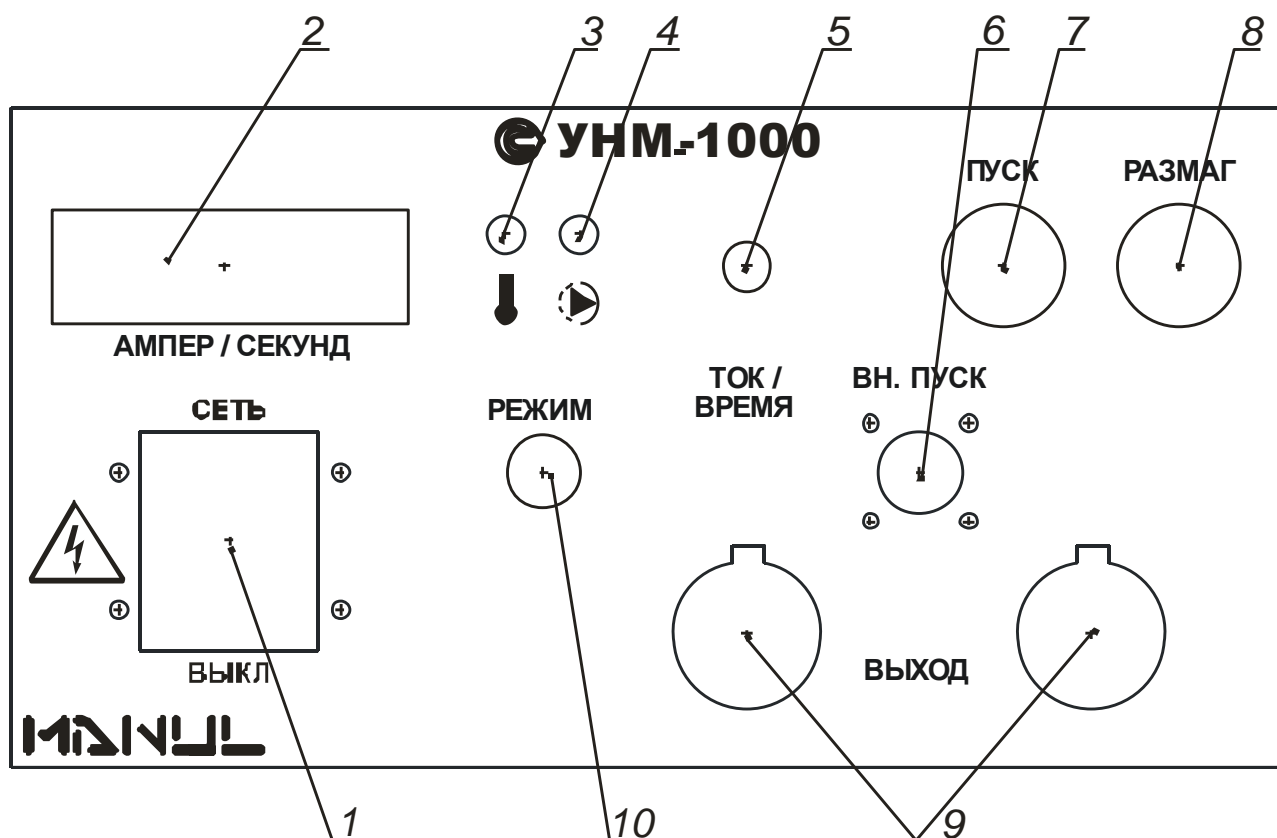

Рис.4.2. Передняя панель устройства.
4.5. Расположение и назначение элементов передней панели видно из рис. 4.2.
6.3. Подключить к разъемам 10 (см. рис.4.2) нагрузку: кабель для намагничивания или электроконтакты.
6.4. В случае использования электроконтактов разъем кнопки подключить к разъему **ВН.ПУСК** (поз.6 на рис. 4.2).
6.7. Вращением ручки **ТОК/ВРЕМЯ** (поз.5 на рис. 4.2) выставить требуемые значения тока намагничивания и времен намагничивания, размагничивания и паузы. Переключение выставляемого параметра осуществляется последовательным нажатием на кнопку **РЕЖИМ** (поз.10 на рис. 4.2). Выбранный режим времени индицируется буквой в левом сегменте индикатора: **Н** – намагничивание, **Р** – размагничивание, **П** – пауза; при установке тока буква в левом сегменте отсутствует.